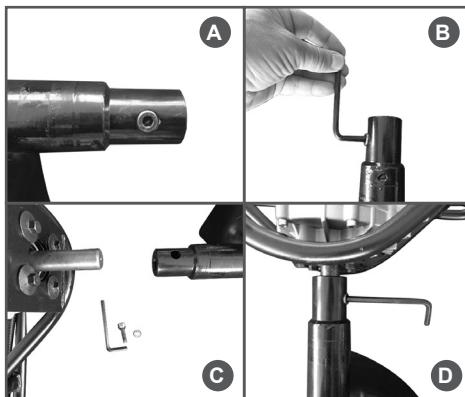

Рис. 3 Установка шнека
3. Снимите крепеж со шнека (Рис. 3А, 3В).
5. Совместите крепежное отверстие вала отбора мощности с крепежным отверстием шнека (Рис. 3С).
6. Закрепите шнек на валу отбора мощности с помощью прилагаемого крепежа и надежно затяните его (Рис. 3Д).
2. Снимите крепеж шнека (Рис. 3). Отсоедините двигатель от шнека и уберите его в сторону. Двигатель должен опираться на грунт рамой с рукоятками и валом отбора мощности (Рис. 4B).